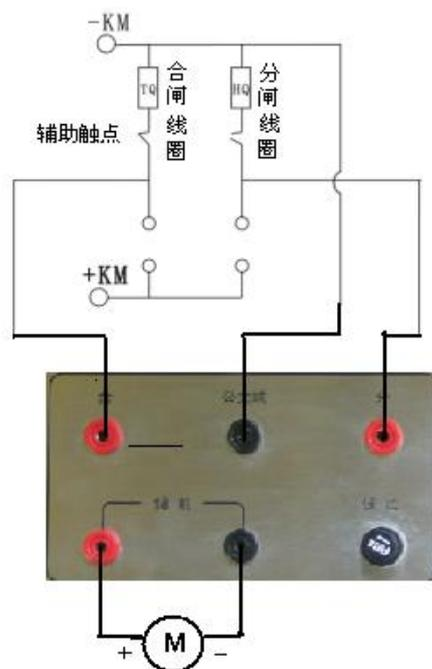

图 2-2 合，分闸线圈接线
1、当被测试断路器操动机构为电磁或永磁机构时储能信号接口不接。如果需要测试线圈电流请将“分，合闸线圈接口”分别串联接入分、合闸线圈回路中，接线图见图 2-2。